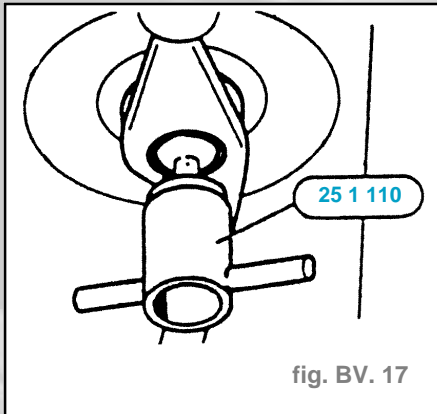

fig. BV. 17
- Enlever la rondelle (2).
- Extraire l'axe de commande des vitesses (3).
- Installer l'outil spécial 25 1 110 et le faire tourner de 90° dans le sens contraire à celui des aiguilles d'une montre (fig. BV. 17).